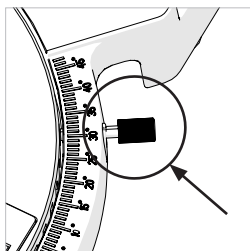

Fig. 12
- Die Feststellschraube für den Gehrungswinkel lösen. (**Abb.12**) Diese befindet sich vorne auf der rechten Sägertischseite in der Nähe der 30° Markierung.